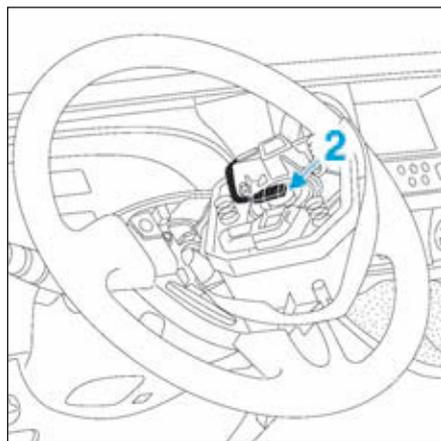

FIG.2
- Débrancher le connecteur électrique (2) puis déposer l'airbag (Fig.2).